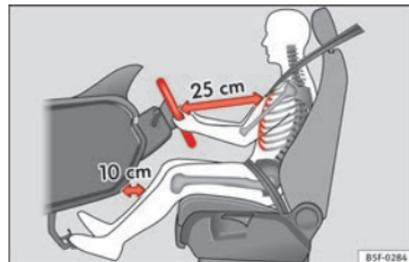

Fig. 74 Distance correcte entre le conducteur et le volant.
- Réglez le volant de sorte que la distance entre celui-ci et votre cage thoracique soit d'au moins 25 cm » fig. 74.
- Réglez le siège du conducteur de manière à laisser une distance minimale de 25 cm entre votre cage thoracique et le centre du volant » fig. 74. Si la distance est inférieure à 25 cm, le système d'airbags peut ne pas vous protéger correctement.